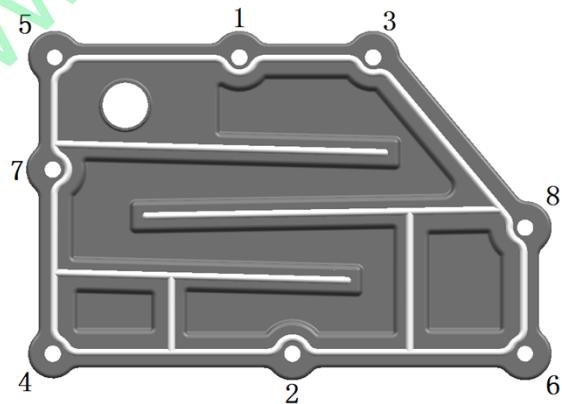

图 17.1
2、将迷宫盖板安装到气缸体上，按图 17.1 所示顺序拧紧螺栓至规定力矩（见表 2.1）。